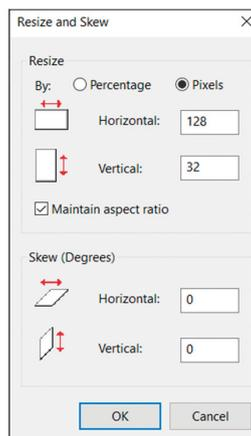

Рис. 9.20: Установите пиксели на 128×32.
- Щелкните **Главная** → **Изменить размер** и щелкните **Пиксели**. Установите **По горизонтали** 128 пикселей и **По вертикали** 32 пикселя как показано на рис.9.20. Нажмите **ОК**.